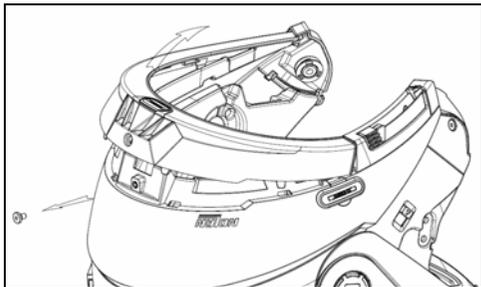

Abb. 2
- Entfernen Sie den Kantenschutz am Helmrand, wie auf Abb. 2 dargestellt, vollständig und entfernen Sie ebenfalls die Komfortpolsterung.